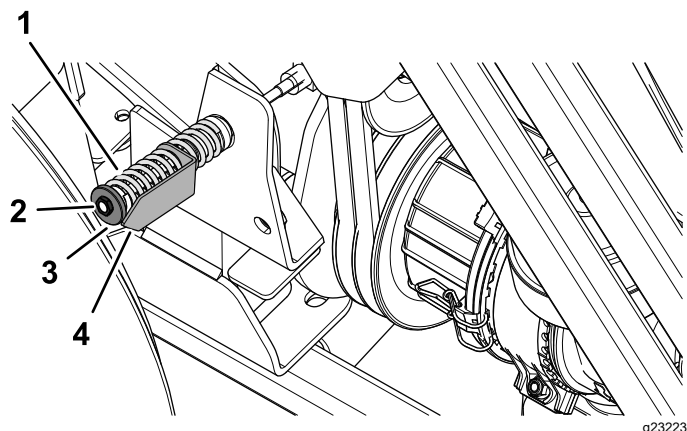

図 89
5. 必要に応じ、アイドラプリーテンションナについているナットを回して、矢印がワッシャの外側表面と同じ位置にくるように調整する 図 89。
8. アイドラプーリテンションのナットをゆるめる 図 89 PTO ベルトの張りの点検 (ページ 61)を参照。